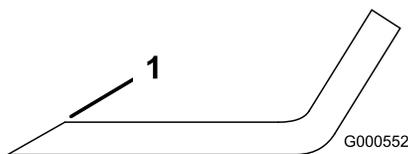

Рисунок 71
1. Заточите напильником режущую кромку на обоих концах ножа (Рисунок 71).
**Примечание:** Если нож не сбалансирован, удалите некоторое количество металла только с конца области загиба (Рисунок 71).